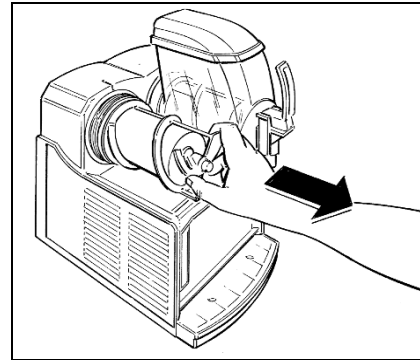

Fig. 7
- **E**xtraire la spirale de mélange et le joint d'étanchéité à ventouse (fig.7).